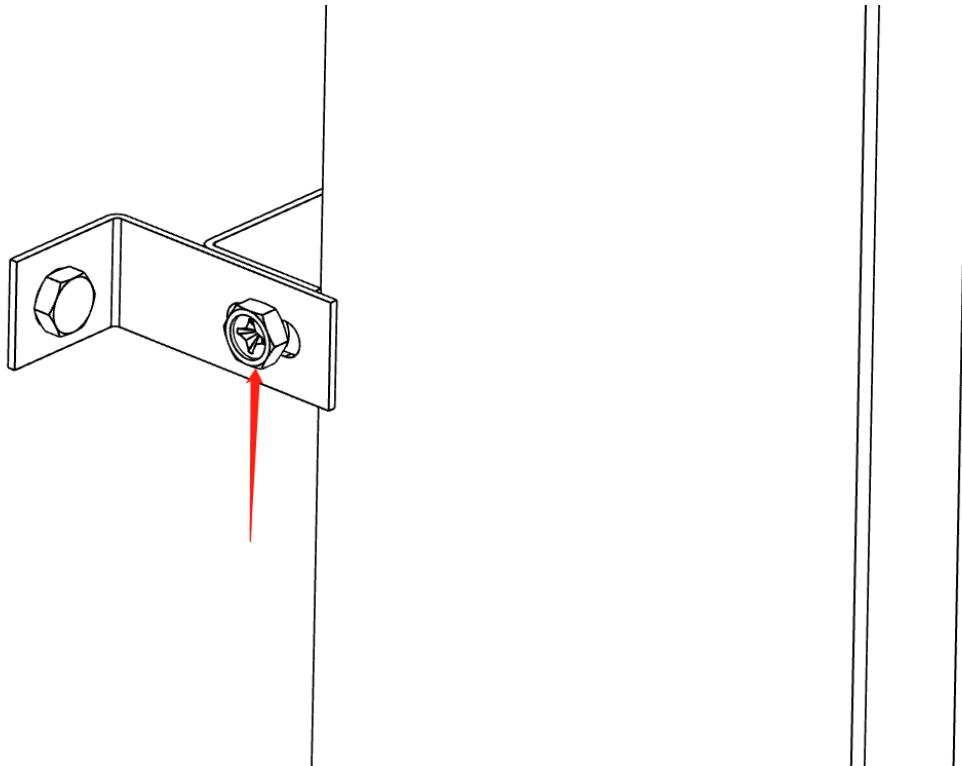

Figure 5-6
d) Stellen Sie die linke und rechte Schraube auf die entsprechende Position ein, um sicherzustellen, dass die Batterie senkrecht zum Boden steht, wie in Abbildung 5-6 gezeigt.